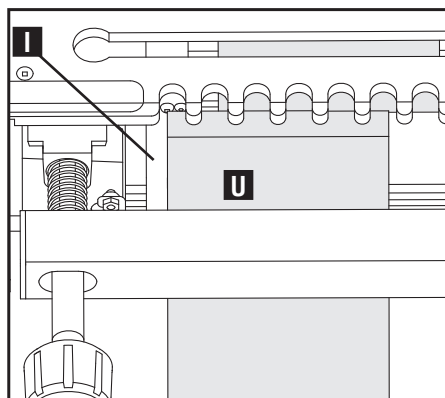

Fig. F11
9. Déplacez le rebord argent gauche du guide (I), Fig. F11, vers la droite afin qu'il soit affleurant au rebord gauche du hayon vertical (U). Resserrez le guide.